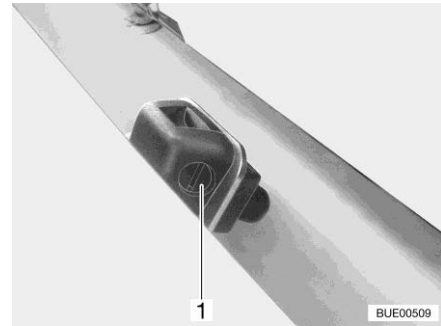

Fig. 51 Ugelli lavavetro (variante 2)
- Servendosi di un cacciavite appropriato, girare la vite di regolazione (Fig. 51,1) fino a raggiungere la posizione desiderata.